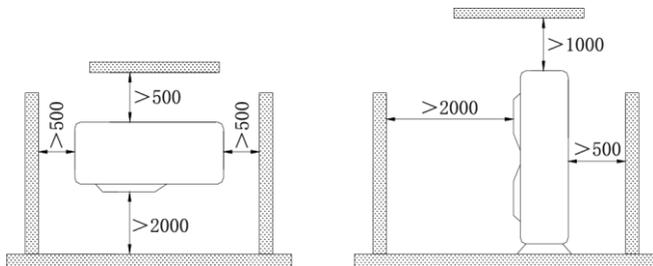

Fig.6
- 5) L'espace autour de l'appareil doit être conforme à la Fig. 6.
- 1) Consultez la Fig. 6 pour connaître les couples de serrage des vis.
- 3) Serrez ensuite la vis avec une clé dynamométrique jusqu'à ce que cette dernière émette un cliquetis (comme indiqué sur la Fig. 6).